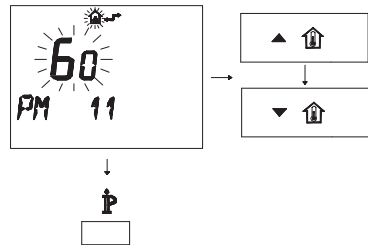

Fig. 5.80
- Per modificare il SET programmato agire sui pulsanti \blacktriangle \mathbb{H} o \blacktriangledown \mathbb{H} e aspettare che il numero programmato cominci a lampeggiare (Fig. 5.80). Ogni passo incrementato o decrementato corrisponde a 1 secondi.